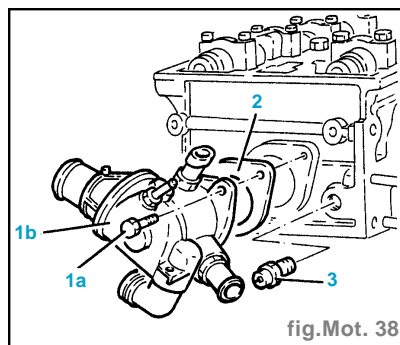

fig. Mot. 38
- Dévisser les vis (1a) et déposer le thermostat (1b) complet (fig. Mot.38).